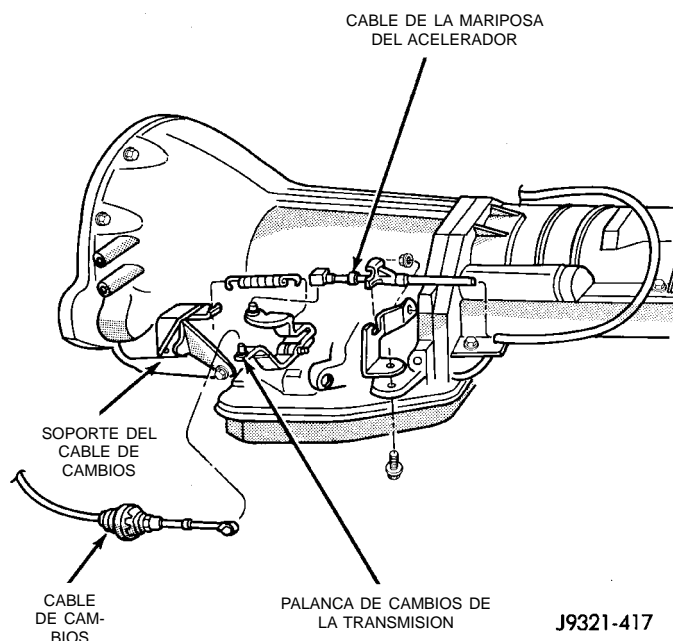

Fig. 266 Fijación del cable de cambios en la transmisión
- (1) Cambie la transmisión a la posición PARK.
- (2) Eleve el vehículo.
- (3) Desenganche la abrazadera del ajustador del cable (en el extremo del cable del lado de la transmisión) para destrabar el cable.
- (4) Extraiga el cable del soporte de instalación del cable situado en la transmisión (Fig. 266).
- (5) Deslice el ojal del cable hacia afuera de la palanca de cambios de la transmisión.
- (6) Verifique si la palanca de cambios de la transmisión está en el detenedor de PARK, moviendo la palanca completamente hacia atrás. El último detenedor hacia atrás corresponde a la posición PARK.
- (7) Verifique el enganche positivo del seguro de estacionamiento de la transmisión intentando hacer girar el eje propulsor. El eje no gira cuando el seguro de estacionamiento está enganchado.
- (8) Deslice el ojal del cable en la palanca de cambios de la transmisión.
- (9) Calce el ajustador del cable de cambios en el soporte de instalación en la transmisión.
- (10) Trabe el cable de cambios presionando la abrazadera del ajustador del cable hasta que éste encaje en su lugar.
- (11) Baje el vehículo y verifique la puesta en marcha del motor. El motor debería ponerse en marcha solamente en PARK y NEUTRAL.